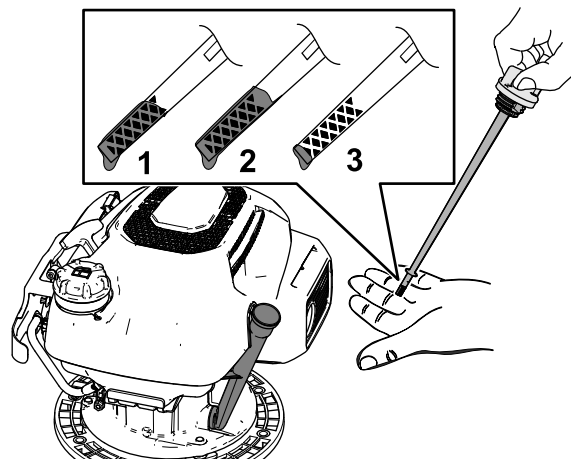

Рисунок 16
5. Проверьте уровень масла по щупу (Рисунок 16).